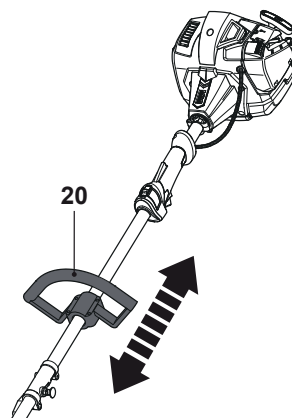

Fig. 15
- > Desserrer les boulons [20b] du couvercle [20a] et ajuster la hauteur (Fig. 15).